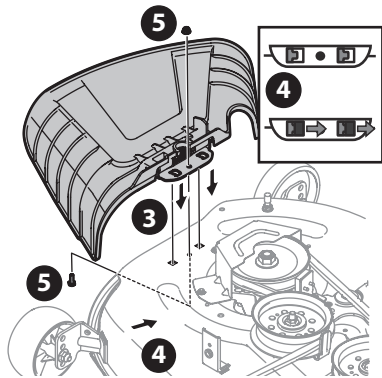

Fig. 9
3. Ubique el deflector del canal en la plataforma, asegúrese de insertar las lengüetas de dicho deflector en los orificios de la plataforma (Fig. 9).
4. Deslice el deflector del canal hacia la parte posterior del tractor hasta que el orificio del perno que está en el deflector del canal quede alineado con el orificio de la plataforma (Fig. 9).